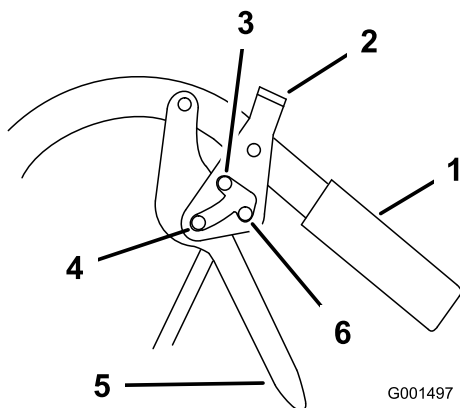

Figure 5
1. Serrez les leviers de déplacement (Figure 5).
2. Placez les pouces sur la partie supérieure des verrous et poussez-les en avant en position STATIONNEMENT (Figure 5).
1. Serrez les leviers de déplacement en arrière (Figure 5).
2. Placez les pouces sur la partie supérieure des verrous et ramenez-les en arrière en position DÉPLACEMENT (Figure 5).
2. Placez les pouces sur la partie supérieure des verrous et ramenez-les en arrière en position de VERROUILLAGE DU POINT MORT (Figure 5).
2. Placez les pouces sur la partie supérieure des verrous et poussez-les en avant en position de DÉPLACEMENT (Figure 5).